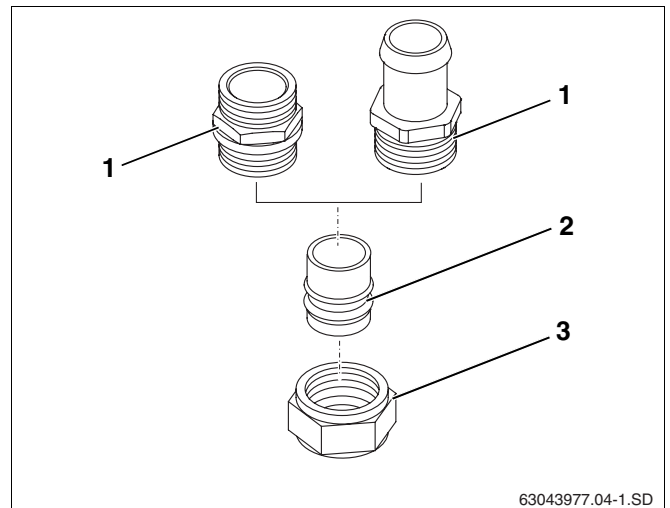

Abb. 3 Klemmringe an Kollektoranschlüssen ersetzen
- Überwurfmuttern von den Anschlussteilen entfernen und Klemmringe durch die Reduzierungen 18 mm x 15 mm (Abb. 3, **Pos. 2**) ersetzen.